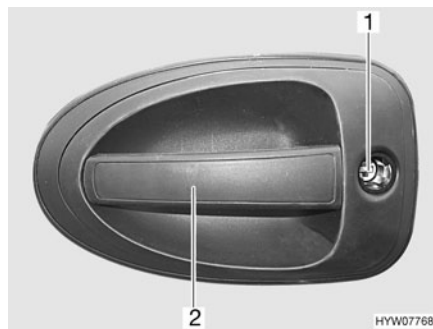

Fig. 39 Cerradura de la puerta del conductor, en el exterior
- Introducir la llave en el cilindro de cierre (Fig. 39,1) y girarla hasta que esté desbloqueada la cerradura de la puerta.
- Tirar del tirador de la puerta (Fig. 39,2). La puerta está abierta.
- Introducir la llave en el cilindro de cierre (Fig. 39,1) y girarla hasta que esté bloqueada la cerradura de la puerta.